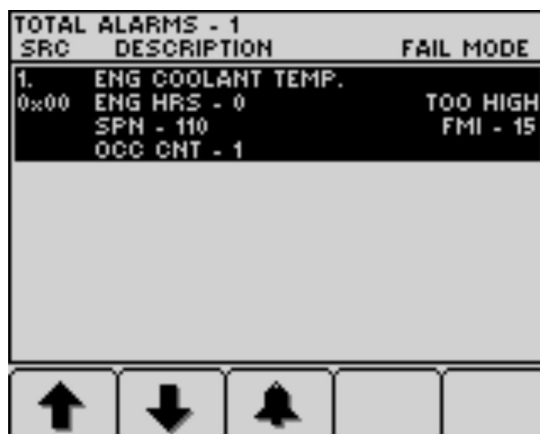

図 44
3. ボタン1-5で、不具合の内容を確認する図 44。
4. ボタン1-5で、不具合の内容を確認する図 44 エンジン関係のアドバイス (ページ 36)を参照。